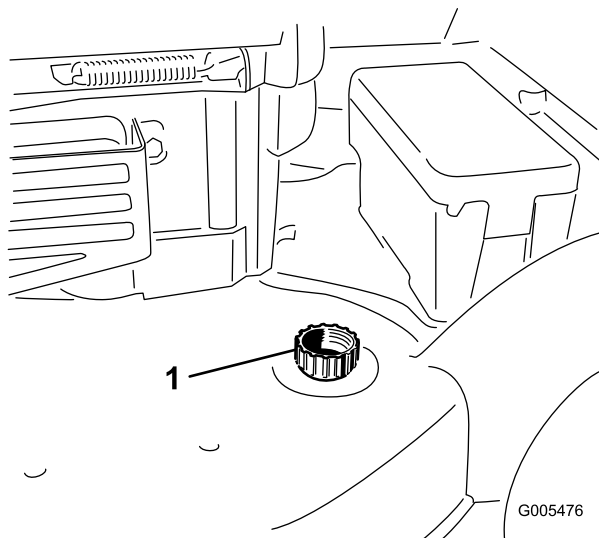

Figura 51
3. Collegate una canna da giardino al rubinetto dell'acqua ed al foro di lavaggio sulla scocca del tosaerba (Figura 51).